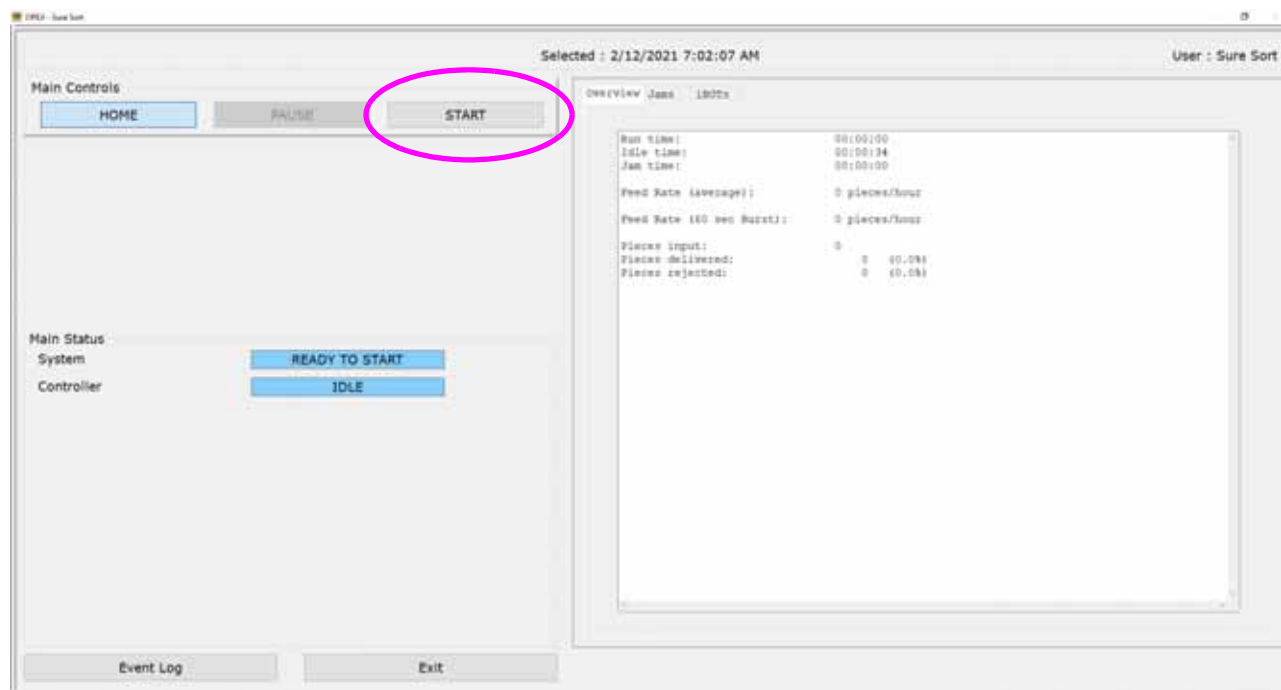

図 4-27: OPEX Host Run 画面
1. OPEX Host Run 画面で [START] をクリックします（図 4-27 参照）。この時点で、コンベアが動作を開始し、アイボットがサイクルして、アイテムをビンに配送する準備のために充電を維持します